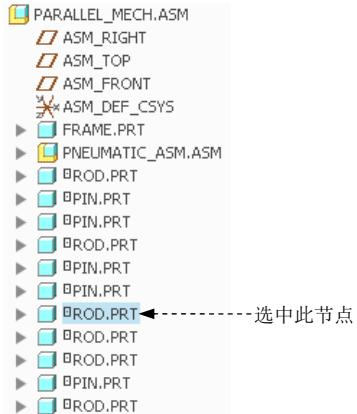

图 3.17.65 选取复制零件
Step1. 选取复制零件。在模型树中选中图 3.17.65 所示的“ROD.prt”节点。